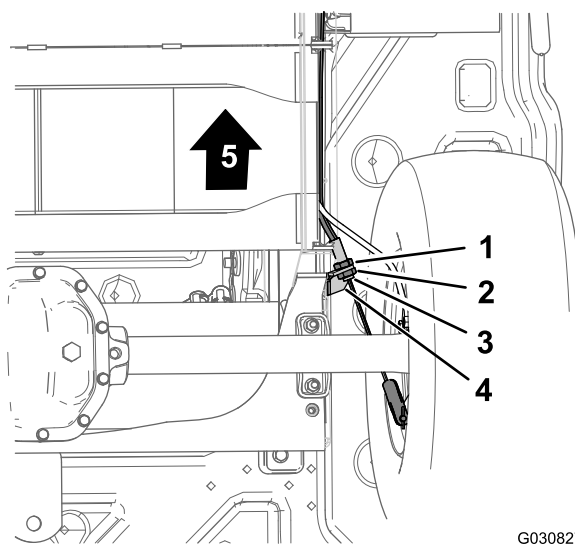

Figure 48
3. Au bas de la machine, desserrez de 4 trous l'écrou de blocage arrière du régleur fileté sur le câble de frein de stationnement (Figure 48).
4. Resserrez l'écrou de blocage avant (Figure 48).
- A. Desserrez d'un tour l'écrou de blocage avant (Figure 48) du régleur fileté du câble de frein de stationnement.
- B. Resserrez l'écrou de blocage arrière (Figure 48).
- A. Desserrez d'un tour l'écrou de blocage arrière (Figure 48) du régleur fileté du câble de frein de stationnement.
- B. Serrez l'écrou de blocage avant (Figure 48).